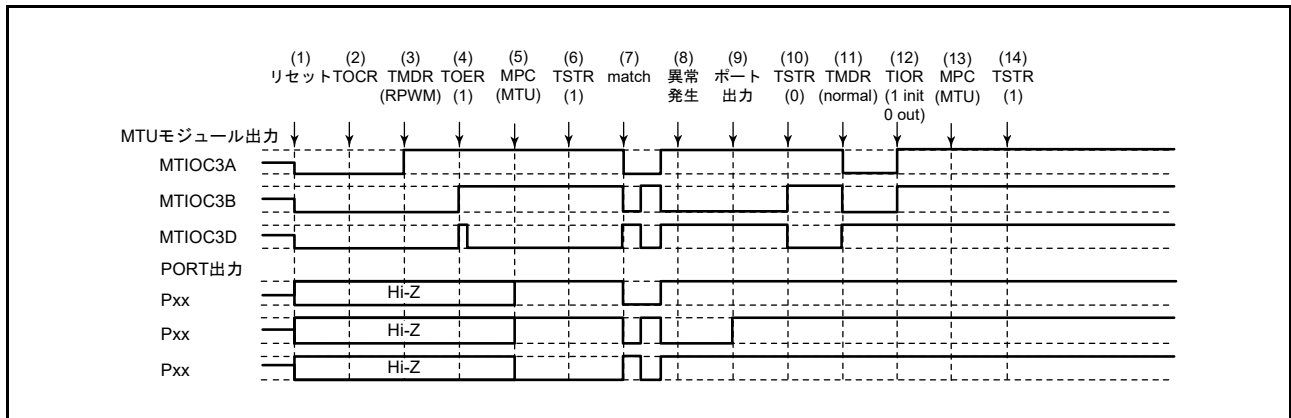

図 22.179 リセット同期 PWM モードで異常が発生し、ノーマルモードで復帰する場合
リセット同期 PWM モードで異常が発生し、再設定後ノーマルモードで再スタートする場合の説明図を図 22.179 に示します。
(1) ~ (10) は図 22.179 と共通です。
(11) PWM モード 1 を設定してください (MTU 出力は正相側が Low、逆相側が High となります)。
(12) TIOR レジスタで端子を初期化してください (PWM モード 1 では MTIOCnB (MTIOCnD) 端子に波形が出力されません。出力すべきレベルがある場合は、I/O ポートのポート方向レジスタ (PDR)、ポート出力データレジスタ (PODR) で汎用出力ポートの設定をしてください)。
(13) MPC と I/O ポートのポートモードレジスタ (PMR) で MTU 出力としてください。
(14) TSTR (TSTRB) レジスタで再スタートします。
(28) リセット同期 PWM モードで動作中に異常が発生し、相補 PWM モードで再スタートする場合の動作
- (11) TOERA (TOERB) レジスタで MTU3、MTU4 (MTU6, MTU7) の出力を禁止してください。
- (12) TOCR1A、TOCR2A (TOCR1B, TOCR2B) レジスタで相補 PWM の出力レベルと周期出力の許可 / 禁止を選択してください。
- (13) 相補 PWM を設定します (MTU の周期出力端子は Low になります)。
- (14) TOERA (TOERB) レジスタで MTU3、MTU4 (MTU6, MTU7) の出力を許可してください。
- (15) MPC と I/O ポートのポートモードレジスタ (PMR) で MTU 出力としてください。
- (16) TSTRA (TSTRB) レジスタで再スタートします。
(29) リセット同期 PWM モードで動作中に異常が発生し、リセット同期 PWM モードで再スタートする場合の動作
(11) MPC と I/O ポートのポートモードレジスタ (PMR) で MTU 出力としてください。
(12) TSTRA (TSTRB) レジスタで再スタートします。
(13) コンペアマッチの発生によりリセット同期 PWM 波形を出力します。